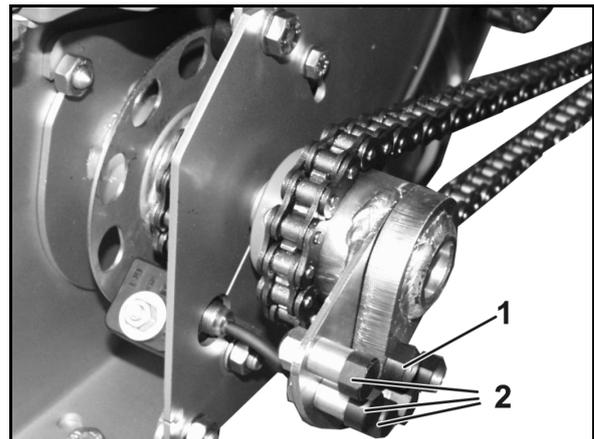

Fig. 118
- Schieber (Fig. 118/1) schließen, wenn der Behälter nicht leer ist / nur Dosierer entleert wird (siehe Seite 105).